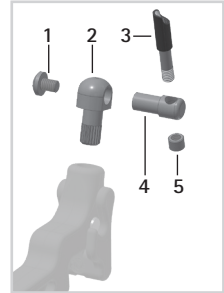

Abb. 5
- 1 Kleben Sie die Aufnahme für Kabelzughalter (2; Abb. 5) mithilfe des 2-Komponenten-Klebstoffes in die Bohrung der Sperrklinke. Die Bohrung der Aufnahme für Kabelzughalter muss dabei parallel zur Gelenkachse verlaufen.